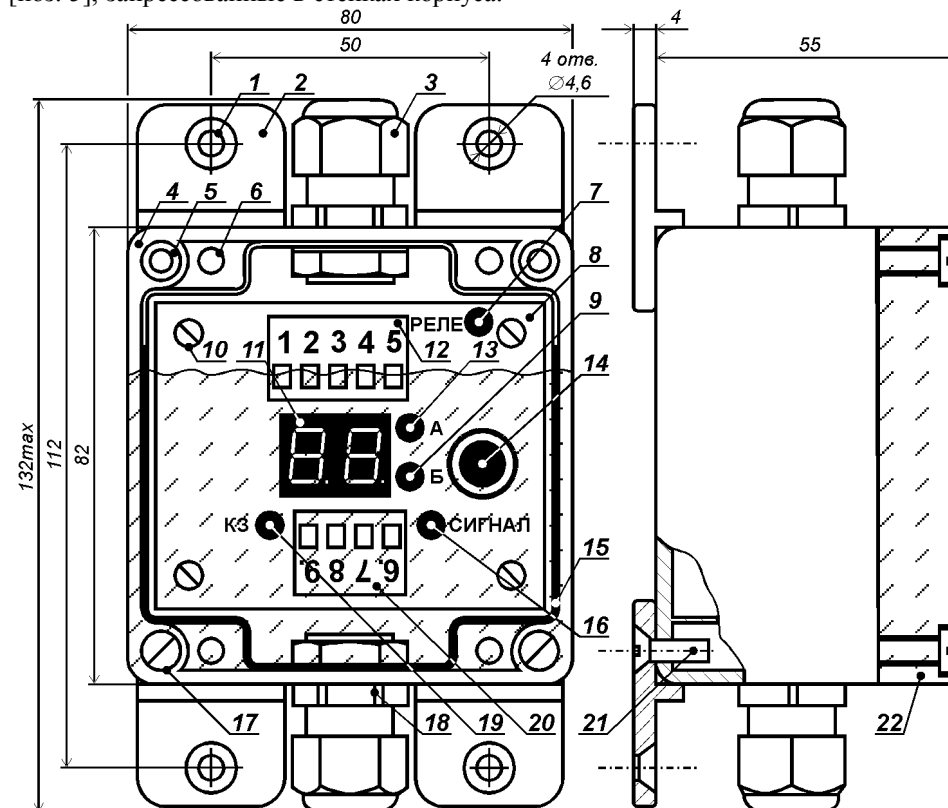
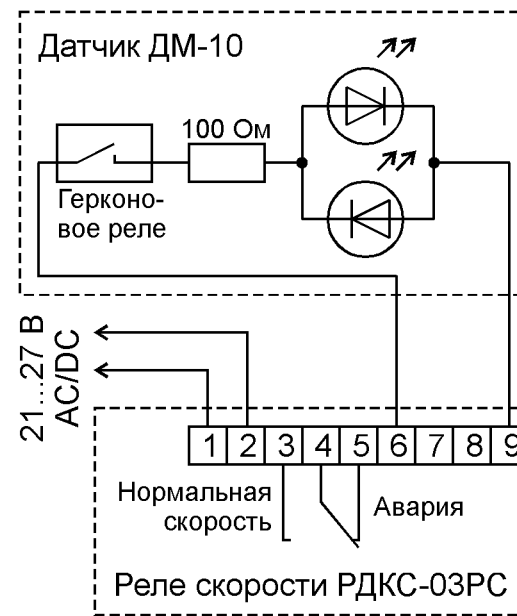

Рис. 1. Конструкция реле скорости РДКС-03АРС.
Рис. 3. Схема подключения РДКС-03А.
Конструкция РС показана на рис. 1. Устройство размещено в пластмассовом корпусе [поз. 4], который закрыт прозрачной крышкой [поз. 22] через уплотнитель [поз. 15] четырьмя винтами [поз. 17]. Винты вворачиваются в резьбовые втулки [поз. 5], запрессованные в стенках корпуса.
- светодиод: «Реле» [поз. 7], показывающий состояние выходных контактов РС. Светодиод горит, когда контакты находятся в положении «Нормальная скорость» (рис. 3);
Схема подключения УКС показана на рис. 3.
РС монтируется либо вблизи контролируемого механизма, либо в электрощитовом помещении, рядом с его пусковой аппаратурой. Для крепления РС служат четыре винта М4х10 из комплекта поставки. Винты вворачиваются в установочные отверстия РС [поз. 1 на рис. 1].
Клеммы РС рассчитаны на использование проводов сечением от 0,5 до 2,5 мм2. Клеммы 1 и 2 РС служат для подачи напряжения электропитания (см. рис. 3), а клеммы 3, 4 и 5 – для блокировки контролируемого механизма. Датчик ДМ-10 в произвольной полярности подключается к клеммам 6 и 9, а клеммы 7 и 8 РС не используются. Для подключения проводов к разъёмным клеммным рядам РС необходимо отсоединить клеммные колодки от печатной платы, осторожно потянув их вверх. Затем следует провести кабели через гермовводы и подключить провода к клеммам, после чего вновь присоединить колодку к печатной плате РС до фиксации.
При отсутствии сетевого напряжения на клеммах 1 и 2 РС контакты встроенного электромагнитного реле находятся в положении «Авария» (рис. 3).
После подачи питания и до нажатия на энкодер [поз. 14 на рис. 1] РС находится в режиме «Работа». Светодиод «А» [поз. 13 на рис. 1] горит, если скорость механизма выше номинальной, а светодиод «Б» [поз. 9 на рис. 1] – если ниже. Цифровое табло [поз. 11 на рис. 1] показывает процент отклонения текущей скорости механизма от номинальной. Если отклонение превысило заданный порог и это превышения длится дольше заданной задержки, то контакты выходного реле РС переходят в положение «Авария» (рис. 3). При изменении скорости на 50 % и более задержка отсутствует. Цифровое табло отображает зафиксированный процент изменения скорости: если скорость в момент отключения была выше номинальной, то горит светодиод «А», а если ниже – то светодиод «Б». В случае принудительного пуска механизма, когда его скорость войдёт в допустимый диапазон и пройдёт заданное время задержки, контакты реле вернуться в положение «Нормальная скорость» (рис. 3).
В режиме «Автонастройка» РС запоминает текущую скорость объекта, в дальнейшем принимая её за номинальную (за 100%). Контакты реле переходят в положение «Нормальная скорость» (рис. 3) и одновременно мигают светодиоды «А» и «Б».
4. Если при подаче на РС напряжения питания загорается светодиод «К3» [поз. 19 на рис. 1], то следует устранить короткое замыкание в линии связи между датчиком и РС.
7. Три раза нажав на энкодер [поз. 14 на рис. 1], войти в режим «Автонастройка» (должны одновременно мигать светодиоды «А» [поз. 13 на рис. 1] и «Б» [поз. 9 на рис. 1]).